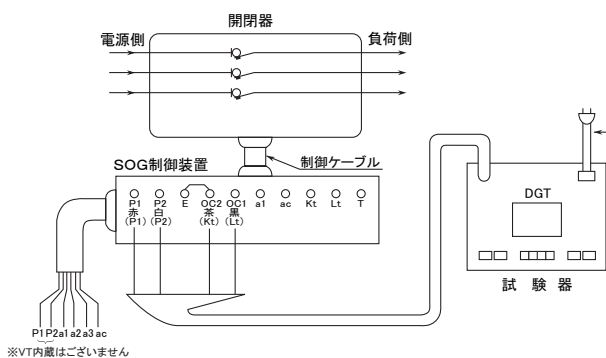

図6 戸上電機製作所製(DGT)によるOCR動作特性チェック回路
- ①図6・7の試験回路はOCR動作チェック回路です。
- ②図6・7は制御電源を制御装置パネル面の試験用電源端子(P1・P2)に接続する方法です。
なお、図6・7の回路で試験する場合は、制御装置パネルの制御電源切替スイッチを「試験」側にしてください。